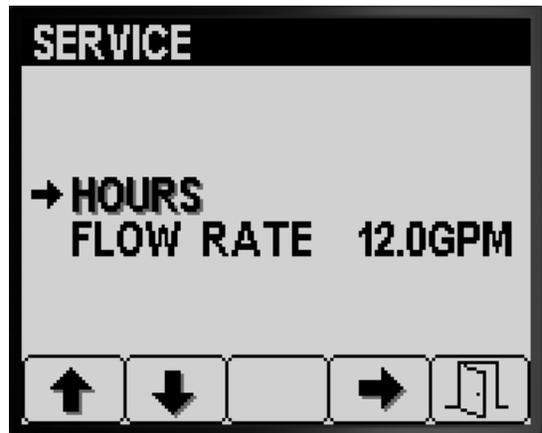

Figura 80
2. Pulse el botón 4 para seleccionar la opción Hours (horas) (Figura 80).
1. Pulse el botón 1 o el botón 2 en la pantalla Service (Mantenimiento) hasta llegar a la opción HOURS (horas) (Figura 80).